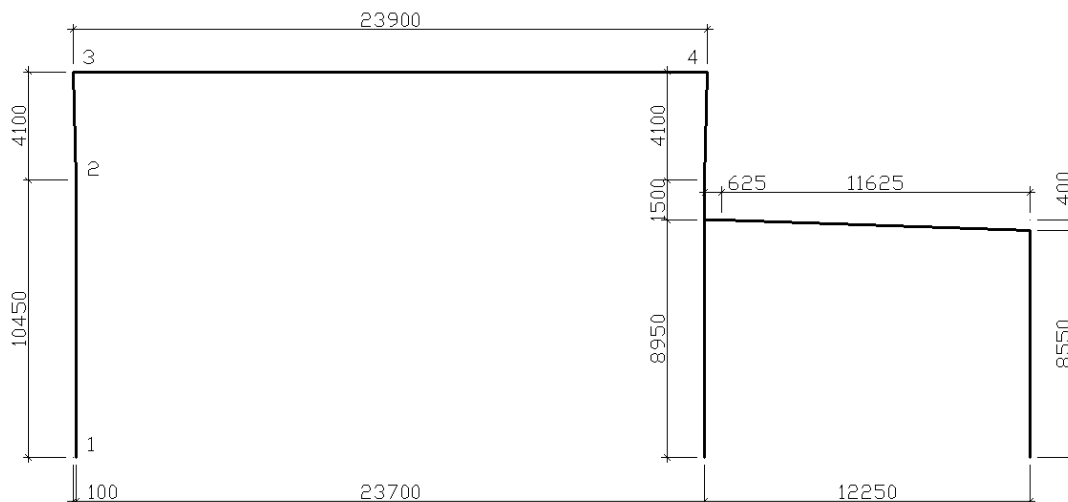

Рис. 2. Плоский каркас поперечной рамы.
Вычерчиваем плоский каркас поперечной рамы. Так как соединение подкрановой и надкрановой частей будем осуществлять при помощи жестких вставок, то в AutoCAD отрезок, соединяющий их, не вычерчиваем. Вызываем команду LINE (линия, кнопка ) или PLINE (полилиния, кнопка ) указываем первую (1) точку (рис. 2), отводим курсор, вертикально вверх используя полярную или ортогональную привязки, указываем следующую точку (2) введя в командную строку длину отрезка (**10450**), подтверждаем, нажав клавишу **Enter** (любой ввод с клавиатуры должен завершаться этой клавишей, далее не оговаривается) – первая линия начерчена. Далее не отменяя команды, указываем следующую точку (3) указав её координаты относительно точки 2: **@-100,4100**. Для того чтобы указать следующую точку отрезка (4) отведем курсор горизонтально вправо и укажем длину отрезка: **23900**. Остальные отрезки вычерчиваются аналогично.